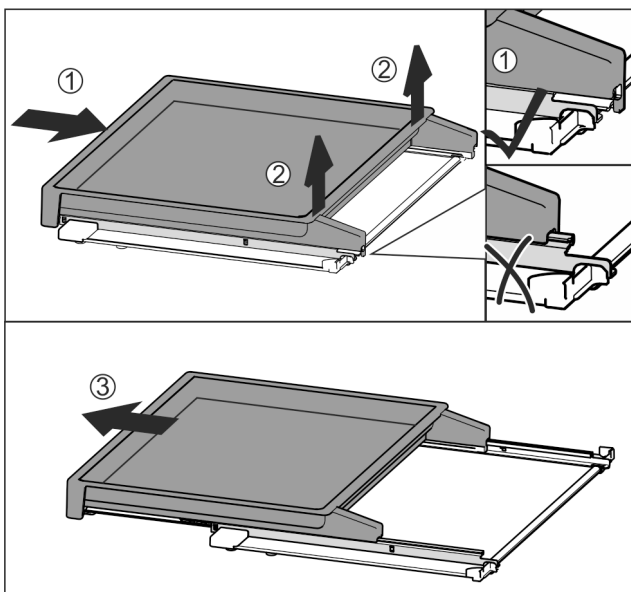

Fig. 43
- Auszugsbord vollständig einschieben Fig. 43 (1).
- Verrastung an hinterer Seite lösen Fig. 43 (2).
- Auszugsbord nach vorne herausnehmen Fig. 43 (3).